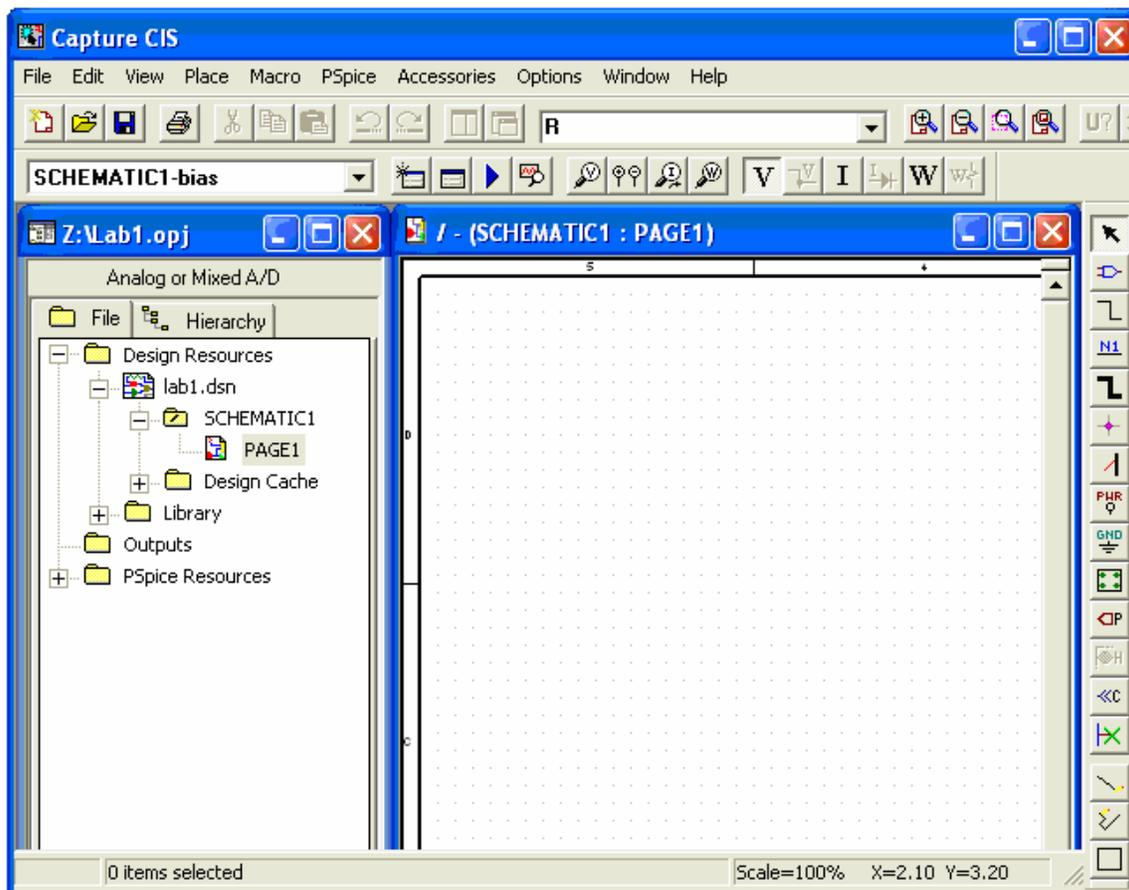

Figure 1.5 : Ouverture d'une page Schematic
- Une fenêtre Schematic1 : page1 s'ouvre comme à la figure 1.5. C'est dans cette page que le circuit est monté puis simulé.